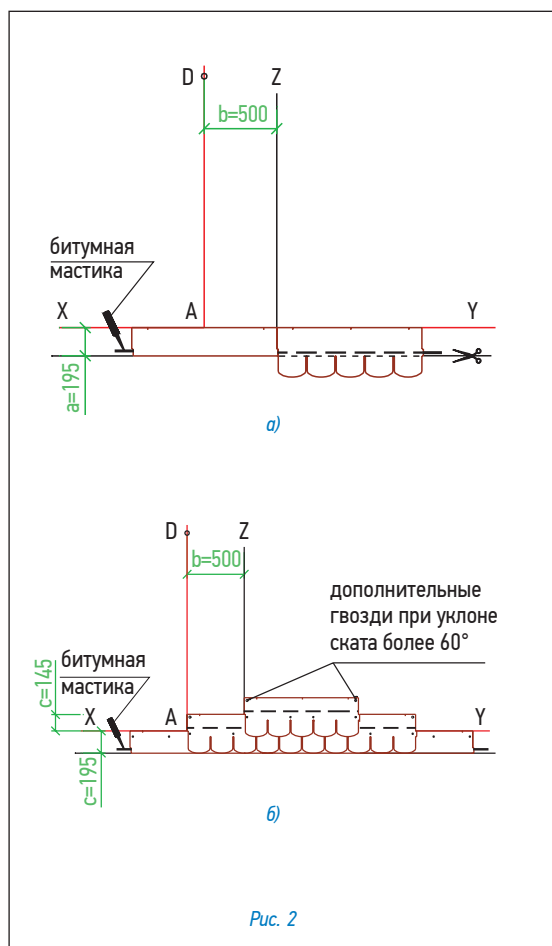

Рис. 2
Укладка материала (рис. 2)
- Начальный ряд формируется из листов черепицы, обрезанных по линии, образованной конечными точками вырезов. Полученные таким образом полосы шириной 19,5 см укладываются по линии карниза в обе стороны от линии Z (рис. 2а) и фиксируются по нижнему краю битумной мастикой, а по верхней кромке 4 гвоздями (ось гвоздей на 5 см ниже верхнего края полосы);
- далее первый ряд черепицы укладывается от линии AD (рис. 2б);
- второй ряд укладывается от линии Z (со смещением 50 см от AD) (рис. 2б);
Каждый лист черепицы крепится 4 гвоздями в штатных местах таким образом, чтобы гвоздь прошивал и верхний край нижележащего листа черепицы (рис. 2б).